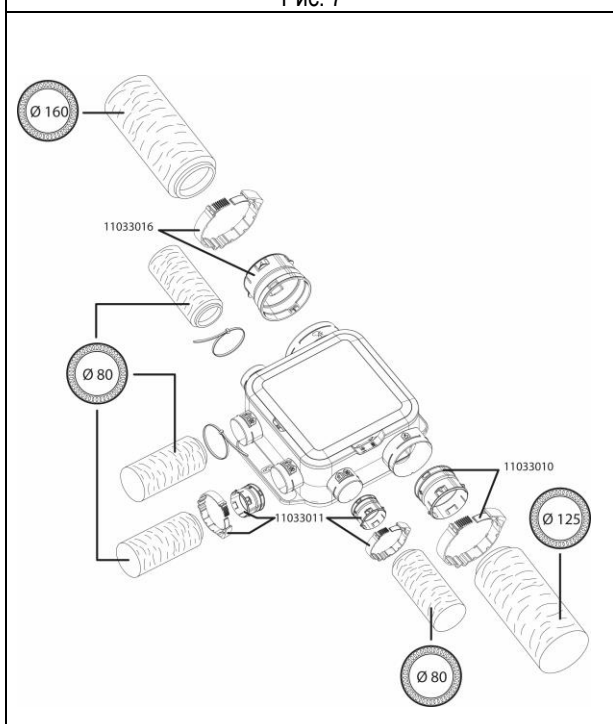

Рис. 10
- Соедините воздуховоды требуемого диаметра с соответствующими отверстиями вентилятора (рис. 10)